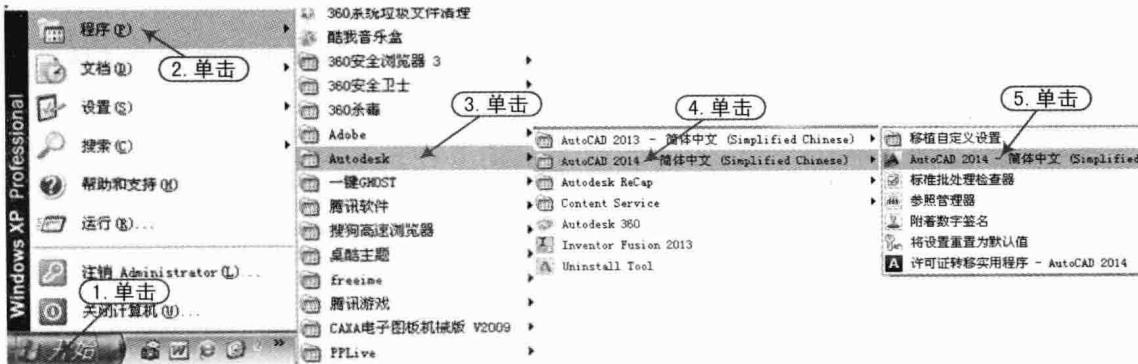

图 1-14 启动 AutoCAD 2014 的方法
- 依次选择“开始/程序/Autodesk/AutoCAD 2014-简体中文 (Simplified Chinese)/AutoCAD 2014-简体中文 (Simplified Chinese)”命令，如图 1-14 所示。